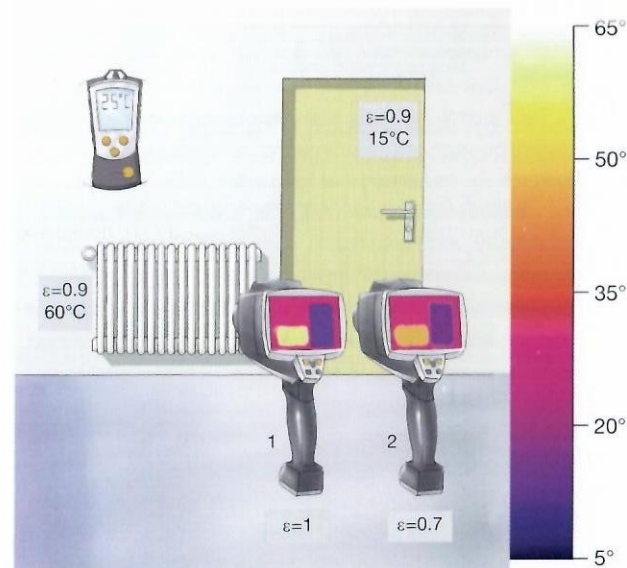

Рис. 1.2: Влияние некорректной настройки коэффициента излучения на результаты измерений температуры
1. Когда температура измеряемого объекта выше температуры окружающей среды (радиатор на Рис.1.2, стр.11):
2. Когда температура измеряемого объекта ниже температуры окружающей среды (дверь, изображенная на Рис.1.2, стр.11):
Для того, чтобы ваш тепловизор правильно рассчитал температуру поверхности измеряемого объекта, в настройках вам необходимо задать как компенсацию отраженной температуры (KOT), так и коэффициент излучения (ϵ). Во многих сферах применения отраженная температура соответствует температуре окружающей среды (см. "Излучение", стр.19). Вы можете измерить ее с помощью воздушного термометра, например, testo 810. Точная настройка коэффициента излучения особенно важна, когда температура измеряемого объекта и температура среды измерения значительно отличаются друг от друга (см. Рис. 1.2, стр. 11).